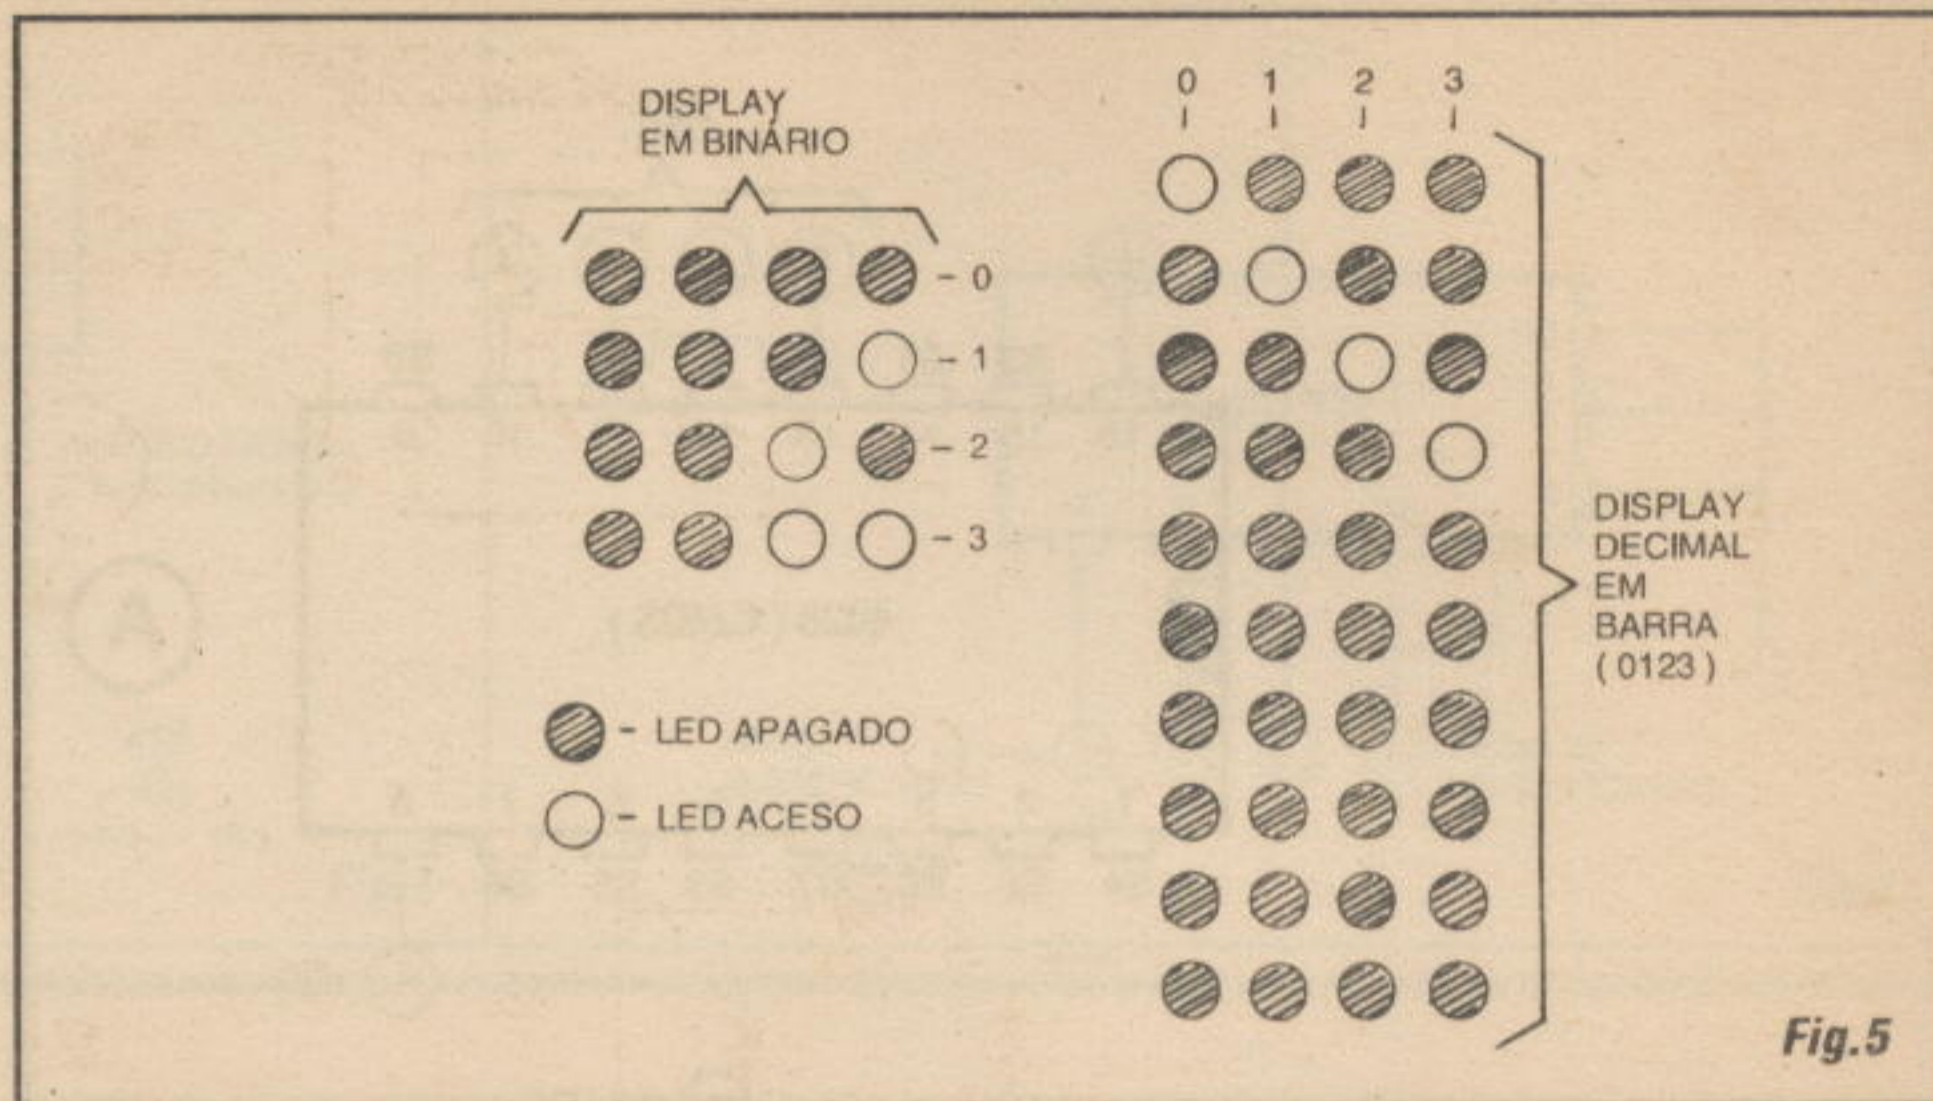

Fig.5
- FIG. 5 - REVENDO AS INDICAÇÕES NUMÉRICAS POR BARRA DE LEDs...